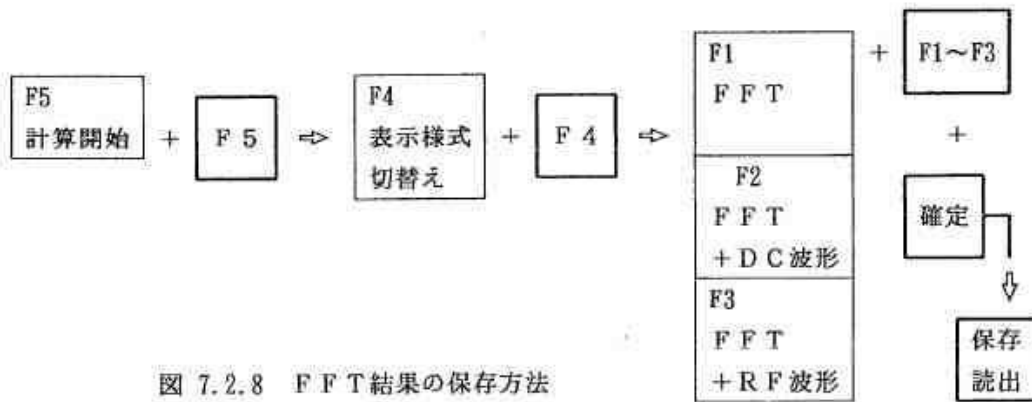

図 7.2.8 FFT結果の保存方法
① [FFT結果の保存] 周波数分析結果をUI-23 に保存する場合には図 7.2.8の手順でFFT結果を表示器に表示した後で機能キー【保存・読出】を1回押して下さい。その後のキーの操作は、保存・読出の操作と同じです。【6. 2. 12項参照】